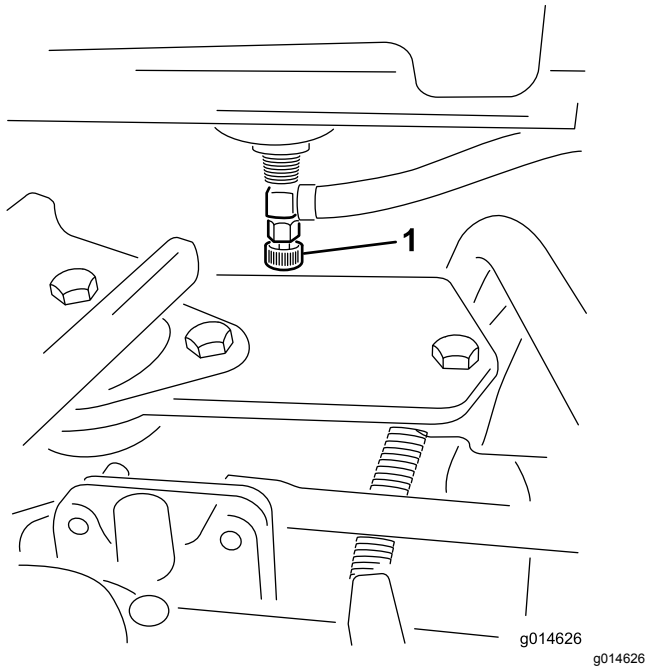

Figura 32
1. Feche a válvula de bloqueio do combustível (**Figura 32**) por baixo do depósito de combustível.